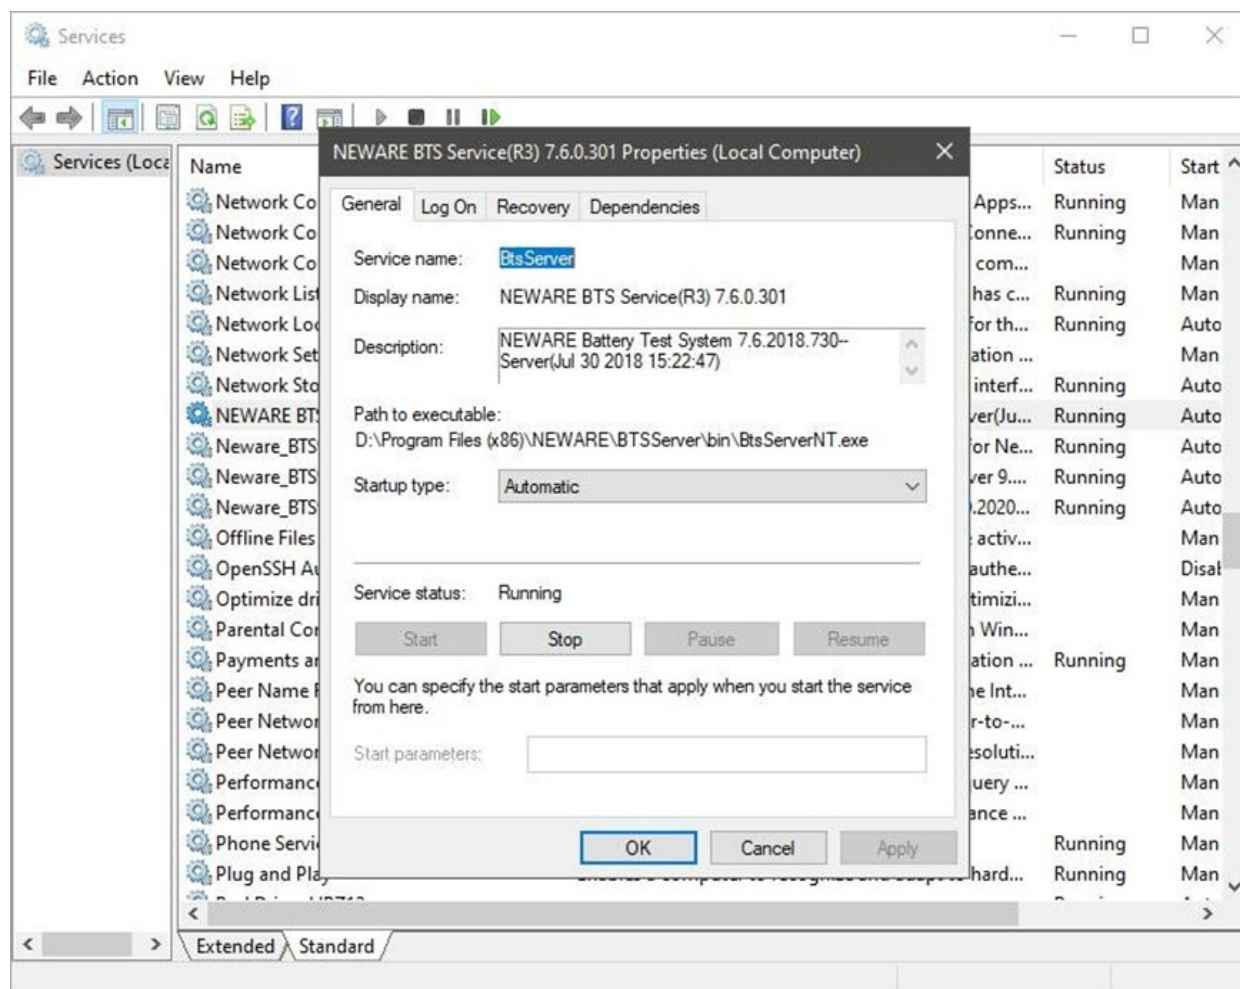

Рисунок 3.8 – Окно запуска службы NEWARE BTS
- 2 тип запуска: выберите «*Авто (Auto)*» (см. рисунок 3.8).